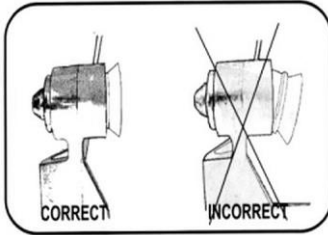

Рис. 35
5. Вставити прокладку всмоктувального ковпачка в простір спіралі, глибоко втискаючи її (рис. 35).